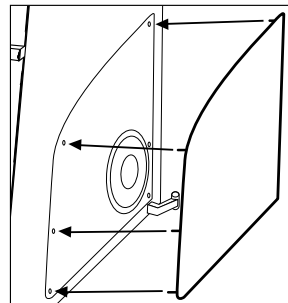

Figura 5.
1. Introduzca las seis clavijas de la rejilla adecuada en los orificios de goma del panel lateral del altavoz, tal como muestra la Figura 5.